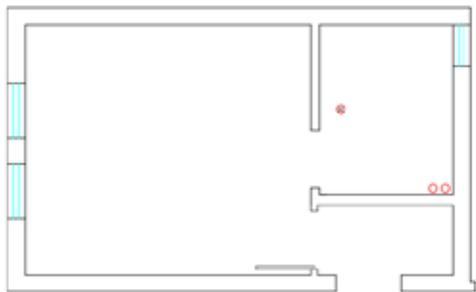

图 2-5
STEP 05 执行“矩形”命令,绘制卧室门,设置矩形尺寸为 800mm×40mm,如图 2-5 所示。